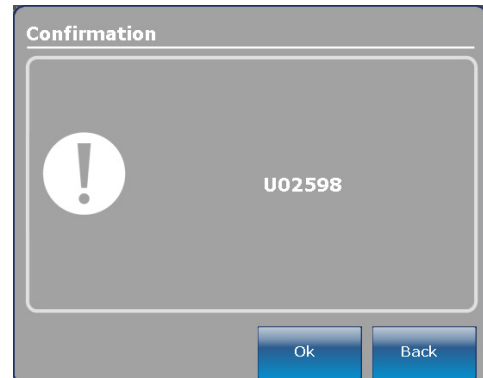

Abbildung 33:
3. Nach dem Drücken der Taste „Continue“ (Fortfahren) wird die Seriennummer gespeichert und der Seriennummer-Bestätigungsbildschirm (Abbildung 33) wird angezeigt. Die Taste „OK“ drücken.